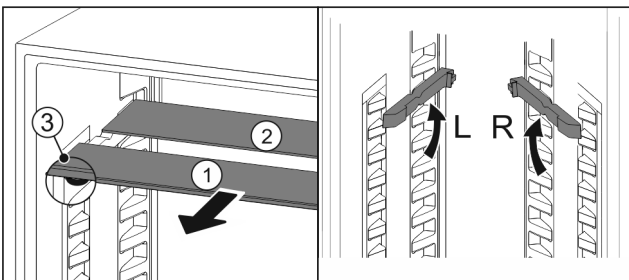

Fig. 145
- ▶ 将玻璃隔板逐个向前拉出 Fig. 145 (1)。
- ▷ 带装饰条的玻璃隔板 Fig. 145 (1)在前。
- ▷ 阻挡装置 Fig. 145 (3)指向下方。